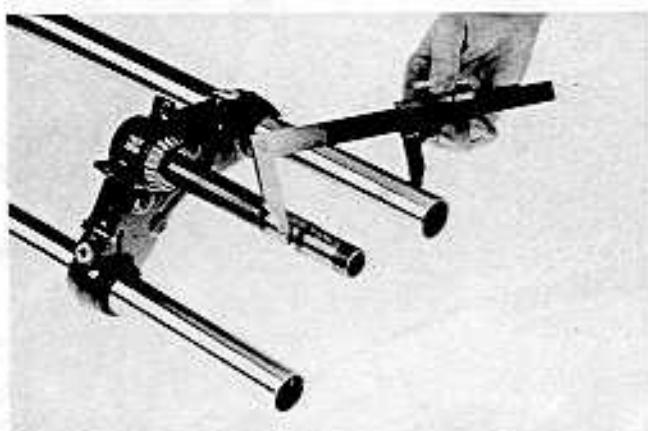

Fig. 206
Servendosi di un calibro a corsoio, controllare che per ogni punto del perno di sterzo le distanze di quest'ultimo da entrambi gli steli siano esattamente uguali (Fig. 206).
- Check the misalignment between steering head pivot and stanchions (this should be carried out after the inspections described above). With a vernier caliper check that the distance between the pivot and each stanchion is the same (Fig. 206). Check this in several points.